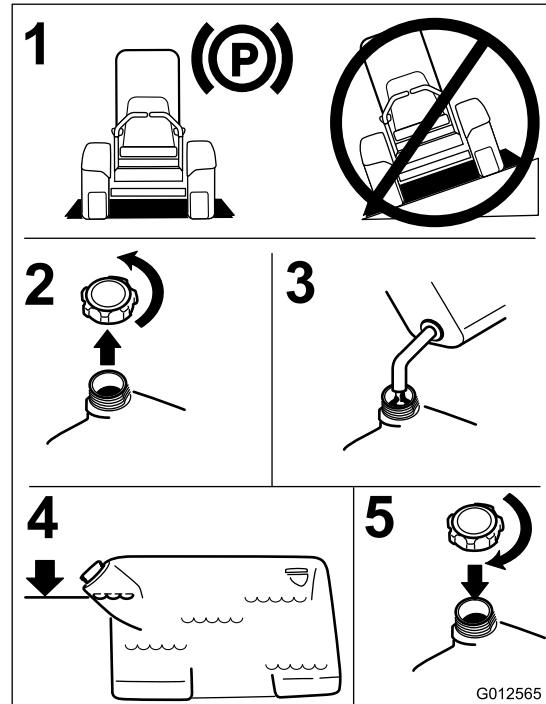

Bild 7
4. Füllen Sie den Kraftstofftank bis zur Unterseite des Einfüllstutzens. Stellen Sie sicher, dass im Tank für die Ausdehnung des Benzins vorhanden ist Bild 7.